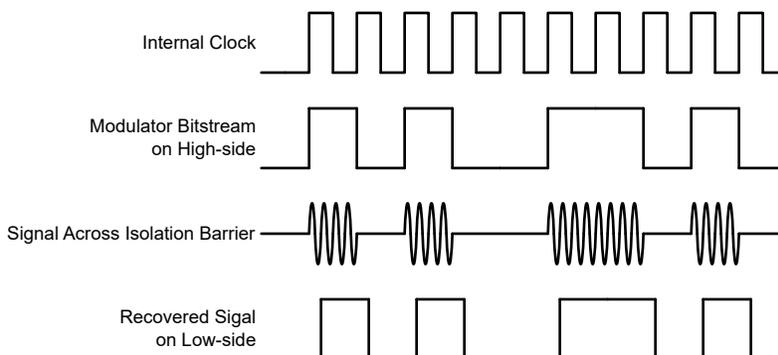

図 7-1. OOK ベースの変調方式
図 7-1 に示されているように、AMC0x30S は、オン / オフ キーイング (OOK) 変調方式を使用して、変調器の出力ビットストリームを、 $\text{SiO}_2$  ベースの絶縁膜間で伝送します。送信ドライバ (TX) を 機能ブロック図 示します。TX は、内部で生成された高周波キャリアを絶縁バリア越しに送信し、デジタル 1 を表現します。ただし、TX はデジタル 0 を表す信号を送信しません。AMC0x30S で使用されるキャリアの公称周波数は 480MHz です。